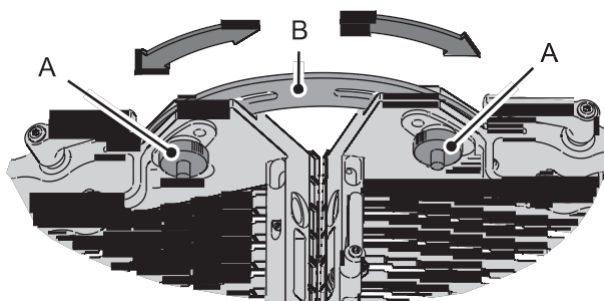

Рисунок 16: Фиксирование экранов под углом
4. См. рисунок 16. Установить фиксирующие кнопки **А**, входящие в комплект для угловой установки, на верхний и нижний профиль каждого экрана с помощью входящих в комплект контргайек, чтобы зафиксировать фиксирующие кнопки на месте во избежание их выпадения из отверстий в экране при ослаблении крепления.